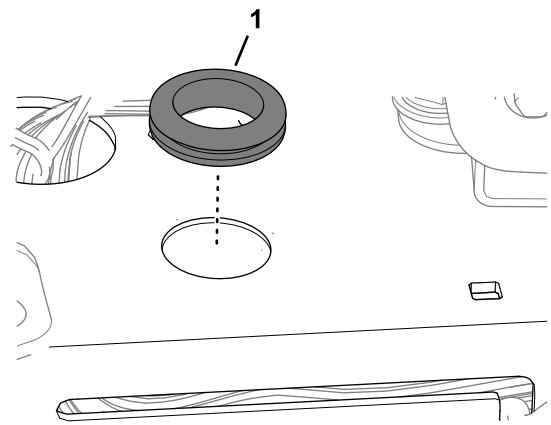

Figura 76
8. Instale el anillo de goma en el orificio (Figura 76).